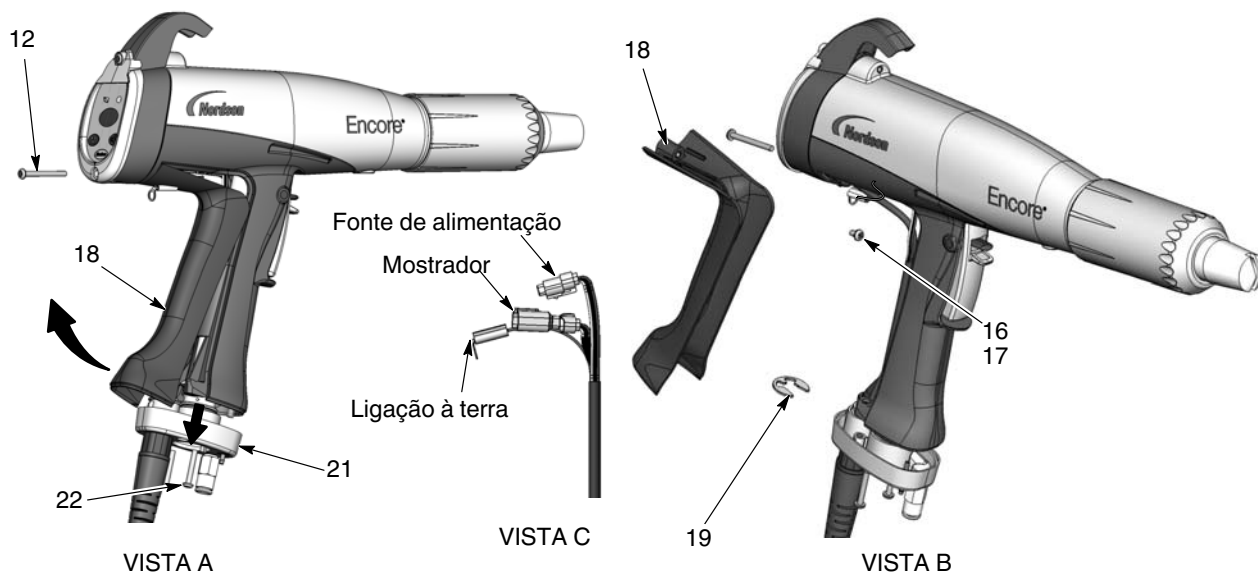

Figura 6-7 Substituição do cabo
2. Consulte a figura 6-7, vista A. Remova os dois parafusos M3 x 20 (22) que fixam a base do punho (21) ao punho.
3. Remova o parafuso M3 x 35 inferior (12) do módulo do mostrador.
4. Puxe a base afastando-a do punho o suficiente para libertar da base o bordo inferior do contacto de terra (18).
6. Consulte a figura 6-7, vista B. Retire, do contacto de terra, o parafuso M3 x 8, as anilhas de segurança (16, 17) e o terminal de terra.
7. Retire o freio (19) do cabo.
8. Consulte a figura 6-7, vista C. Puxe os conectores do cabo para fora do punho. Introduza uma pequena chave de fendas nas ranhuras das fichas da fonte de alimentação e do mostrador, para soltar o fecho e as desligar.
1. Consulte a figura 6-7. Enfie um cabo novo através da base do punho, depois monte o freio (19) no cabo para o segurar no seu lugar.